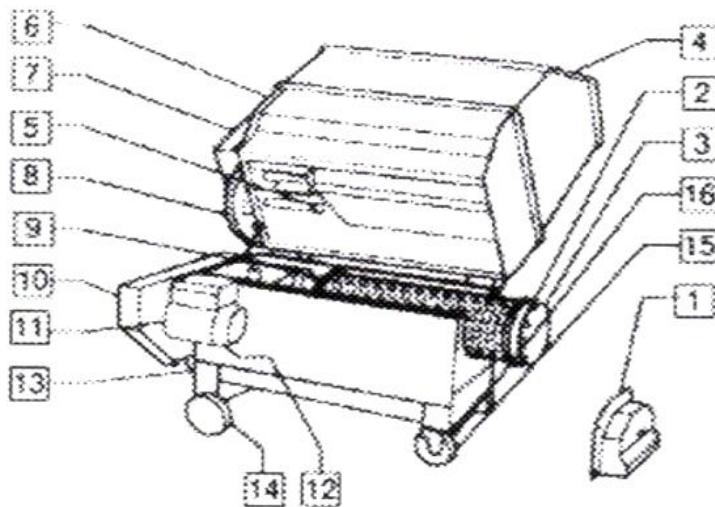

Рис. 3
- Защитные крышки (Рис. 3 позиции 7 и 10) предотвращают от случайного контакта с движущимися частями или попадание в них частей одежды.
- Защитная крышка на место выброса гребней винограда (Рис. 3 позиция 1) защищает оператора от случайного контакта, с лопастями вала удаляющего гребни винограда.
- Верхняя защитная часть или короб (Рис.3 позиция 4) допускает ограниченный доступ в рабочую область только для оператора.
- Хорошо закрепленные скобы (Рис.3 позиция 16) обеспечивают устойчивость машины во время работы.
- Кнопка аварийной остановки (Рис.3 позиция 11) позволяет вам быстро остановить машину в случае возникновения опасной ситуации.
Убедитесь, что, после установки на ровный пол, машина стоит устойчиво. Затем зафиксируйте передние колеса, используя специальные зажимы (Рис. 3 позиция 16). В зависимости от типа подключения к электросети, оператор запускает электромотор следующим образом:
- снимите нижний защитный кожух (рис. 3 позиция 10) и убедитесь в правильном натяжении ремня. Если необходимо, исправьте натяжение с помощью регулировочного винта под полкой опоры электромотора (рис. 3 позиция 12).